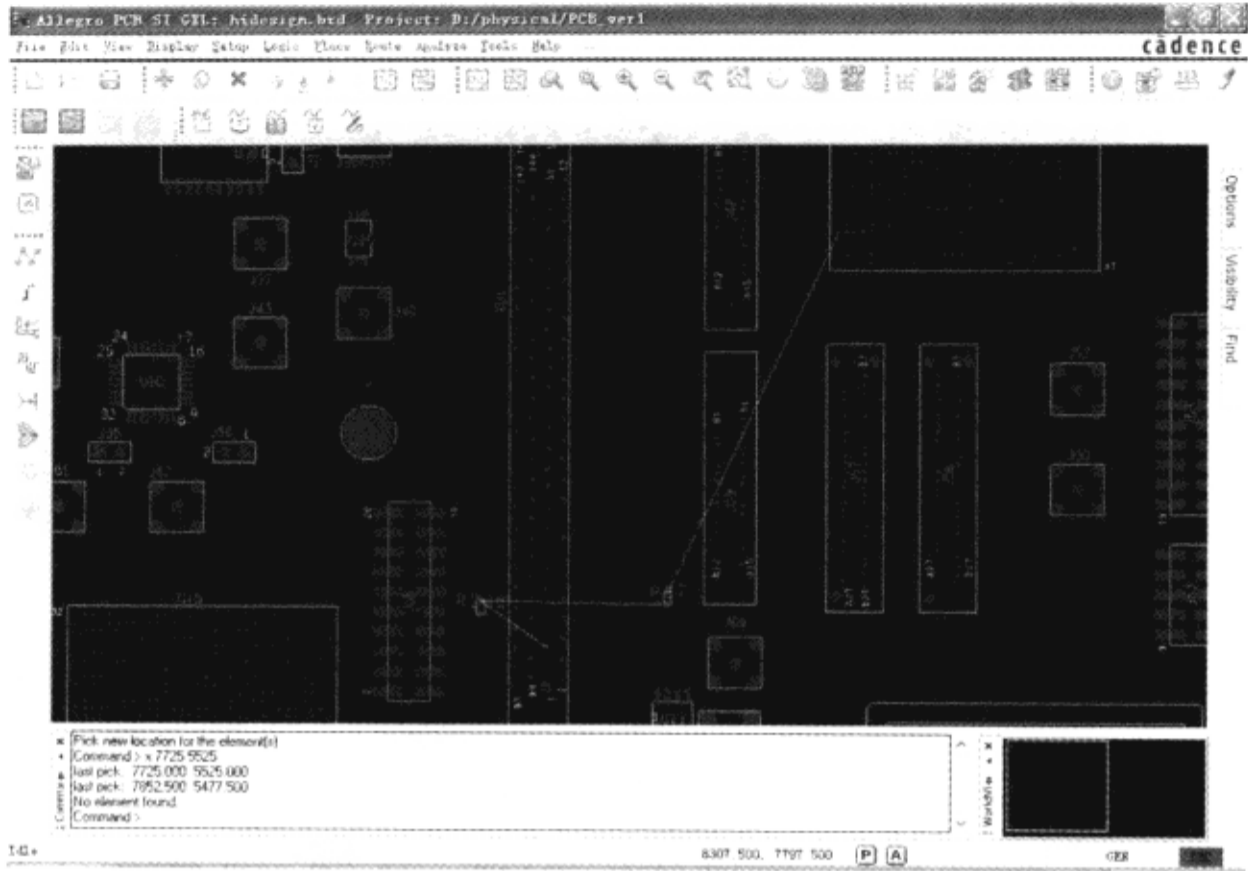

图 2-7-11 摆放元器件
(3) 单击鼠标右键→选择“Done”完成，如图 2-7-11 所示。
(4) 执行菜单命令“File”→“Save As”，保存文件于 D:\physical\PCB\_ver1 目录，文件名为“hidesign2.brd”。